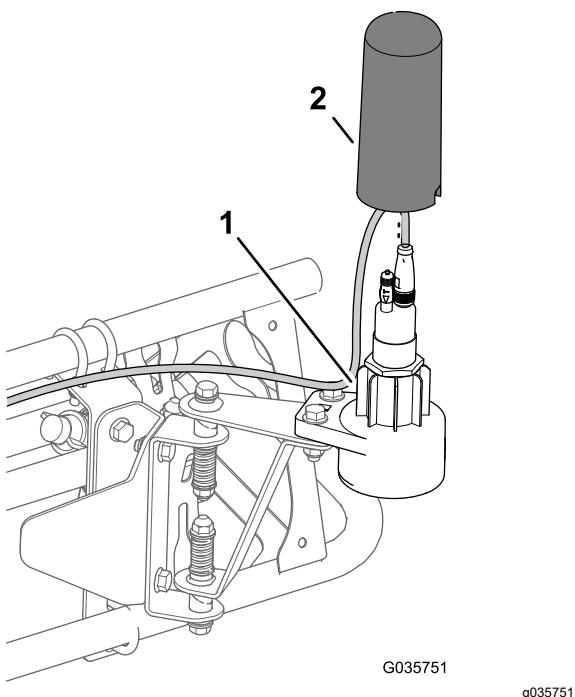

Bild 24
4. Befestigen Sie das obere Gehäuse über dem Sensor und am unteren Gehäuse (Bild 24).